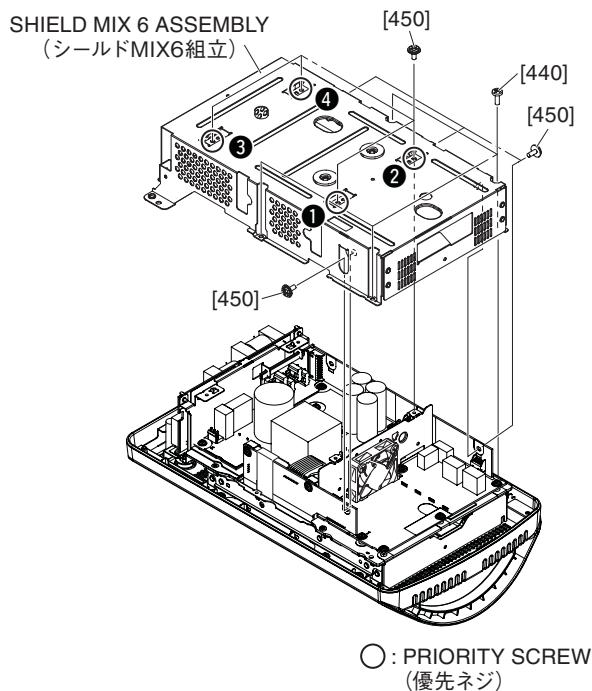

Fig. B-2 (図B-2)
B-2-2 Remove the four (4) screws marked [440] and eight (8) screws marked [450]. The shield mix 6 assembly can then be removed. (Fig. B-2)
B-2-2 [440] のネジ 4 本と [450] のネジ 8 本を外して、シールド MIX6 組立を外します (図 B-2)
- * When installing the shield mix 6 assembly, first tighten the screws marked [450] and then tighten the screws marked [440]. (Fig. B-2)
- * For the screws marked [440], first tighten the four (4) priority screws in order as shown in Fig. B-2. (Fig. B-2)
- ※ シールド MIX6 組立を取り付けるときには、先に [450] のネジを締めてから [440] のネジを締めてください。[440] のネジは、優先ネジ 4 本を図に示す順で先に締めてください。(図 B-2)